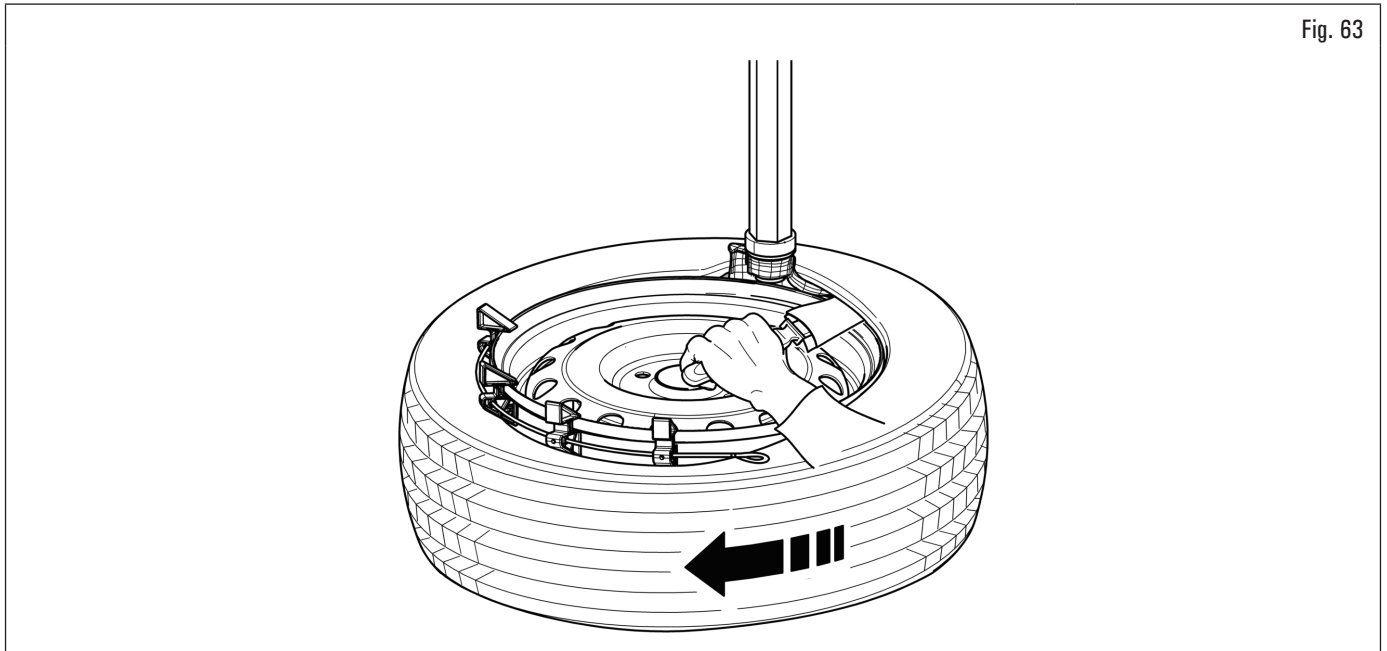

Fig. 63
7. bloccare con la mano la paletta di protezione tallone (Fig. 63). Premendo il pedale di rotazione smontare il primo tallone dello pneumatico;